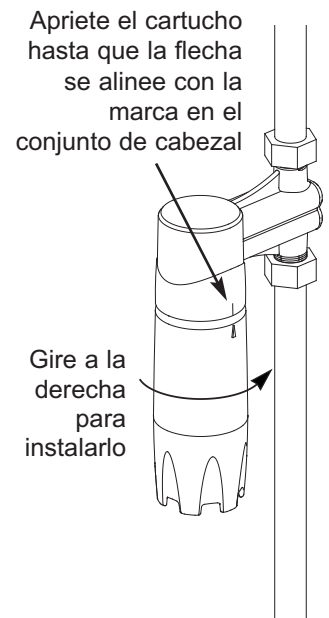

FIG. 3
5. Cerciórese de que el cartucho del filtro esté completamente instalado, de modo que la flecha quede alineada con la marca en el conjunto del cabezal (consulte la Fig. 3 en la página siguiente).
IMPORTANTE: Apriete el cartucho filtrante hasta que la flecha se alinee con la marca en el conjunto de cabezal. (Vea la Fig. 3.)